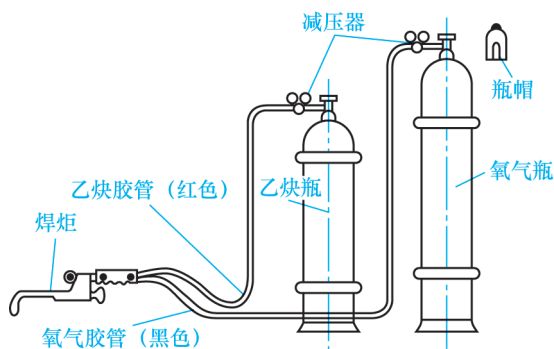

图 1-27 气焊工作原理
(1)气焊工作原理:气焊是将乙炔和氧气通过焊炬混合后燃烧时的火焰作为热源,把焊接金属加热到熔化状态,形成焊池,然后不断地将焊丝送入焊池内而融合成一体,冷却后形成焊缝。气焊工作原理如图 1-27 所示。